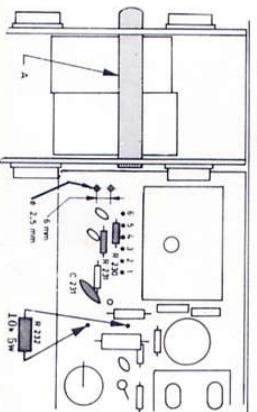

Fig. 5. Montering av kantkontakt for stereodekoder 4-2 i Huldra 8.
- Ta glasset ut av kabinettet. Fig. 5 og 6 viser MF-platen i apparatet med lavere serienummer enn 427 200. I apparatet med høyere serienummer er kondensatorene C238 og C242 montert på komponentsiden. Videre er blå og sort ledning koplet til vendersesksjonen. Punkt 6 og 7 i monteringsavvisningen kan utelates for høyere serienummer.
4. Bør et 2,5 mm hull i platen som vist på fig. 5.
8. Ta ut festebylen A (fig. 5) og monter den som vist på figuren. Plugg dekodeeren inn i kantkontakten. Foliesiden skal vende mot FM-detektor boksen. Monter feste skrue fra MF-platens folieside.